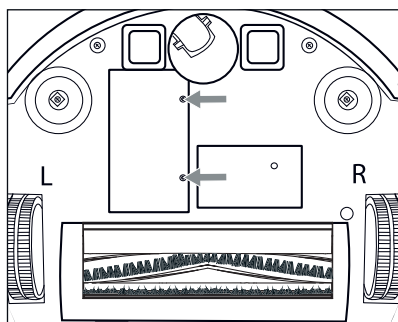

Fig. 16
- 1) Løsn de to skruer til batterirummets afdækning 26 (se fig. 16) på undersiden af produktet med en stjerneskruetrækker, og fjern dem fra produktet. Tag batterirummets afdækning 26 af produktet.